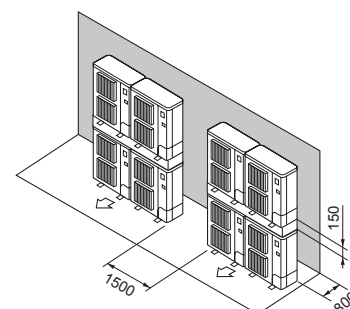

Fig. 2-19
- ⑦ Uppställning med staplade enheter (Fig. 2-19)